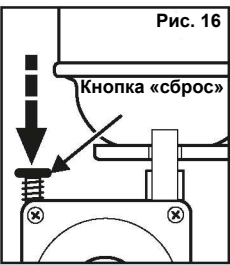

Рис. 16
- Нажмите кнопку RESET («сброс») (красного цвета) и удерживайте ее нажатой до громкого щелчка, чтобы установить переключатель в исходное положение (рис.16).